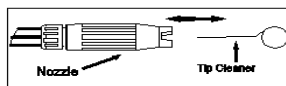

Figura 5 Inserte la punta de limpiador en el agujero fr boquillas y muévase hacia atrás y adelante hasta que se desaloja los desechos
- Utilizando incluido limpiador de puntas, o un clip de papel desplegado, inserte el cable en el orificio de la boquilla y se mueven hacia atrás y adelante hasta que se desprenden los escombros. (Véase la Figura 5.)